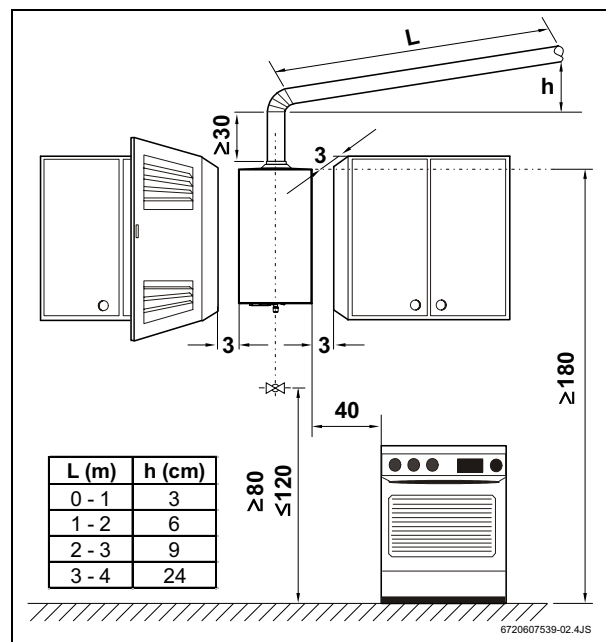

Fig. 5 Separaciones mínimas (en cm)
- Asegurar la accesibilidad en los trabajos de mantenimiento respetando las separaciones mínimas indicadas en la Fig. 5.